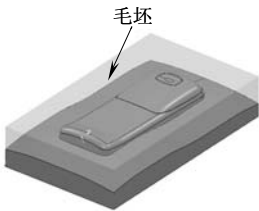

图 4-10 创建毛坯
- 1) 创建毛坯：在 PowerMILL 综合工具栏中单击创建毛坯按钮，打开 “毛坯” 表格，勾选 “显示” 选项，其他选项使用默认值，然后单击 “计算” 按钮，创建出方形毛坯来，如图 4-10 所示。单击 “接受” 按钮，完成创建毛坯操作。